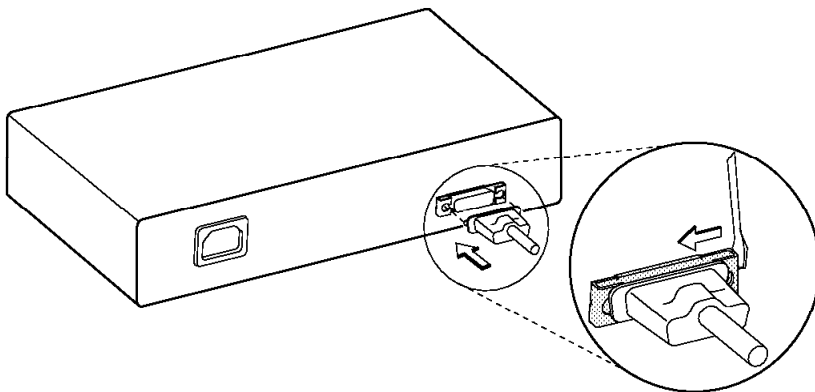

Figura 2-6. Colocação da Trava na Porta AUI (apenas no Modelo 016)
- 2 Para ter certeza de que o cabo (ou transmissor/receptor 10BASE5, 10BASE2 ou 10BASE-F) está instalado na porta AUI do hub, coloque a trava da porta para a esquerda. Consulte a Figura 2-6 na página 2-13 para visualizar como colocar a trava.